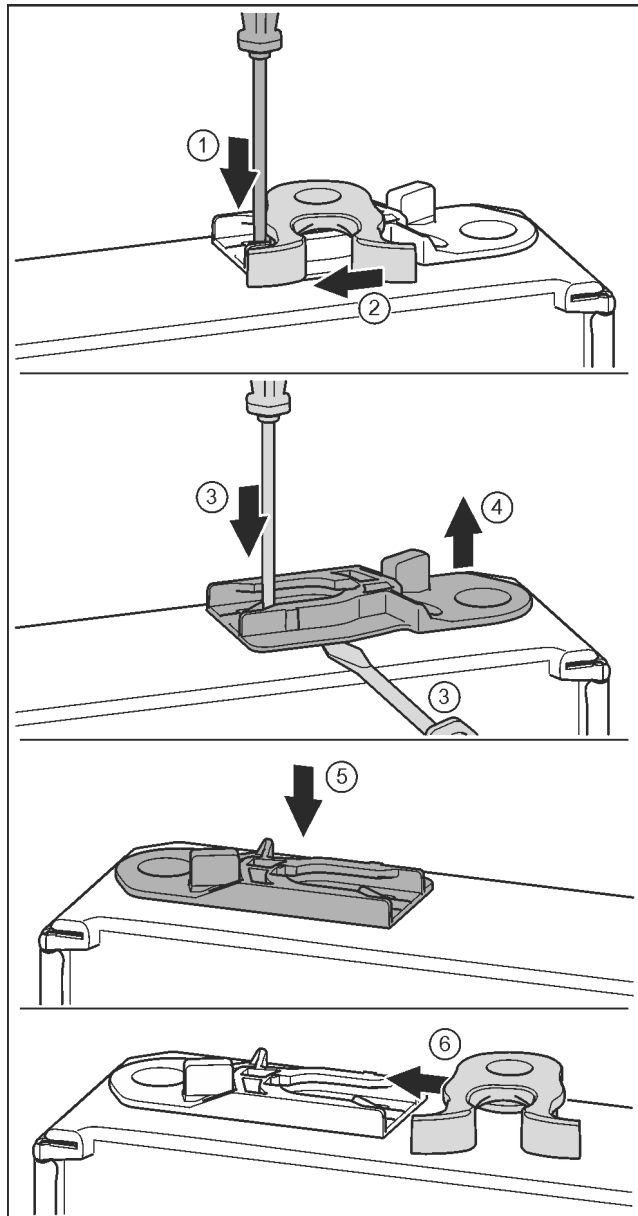

Fig. 20
- ▶ Nyomja le a fedőlemezt csavarhúzóval. Fig. 20 (1)
- ▶ Húzza ki a záróhorgot a vezetősínből. Fig. 20 (2)
- ▶ Húzza ki a vezetőhüvelyt: Nyomja a fedőlemezt a csavarhúzóval, és közben nyúljon a csavarhúzóval a vezetőhüvely alá. Fig. 20 (3, 4)
- ▶ Tolja be a kiszállított csomagban található vezetőhüvelyt a ház másik oldalára. Fig. 20 (5)
- ▶ Tolja be a záróhorgot a vezetősínbé. Fig. 20 (6)